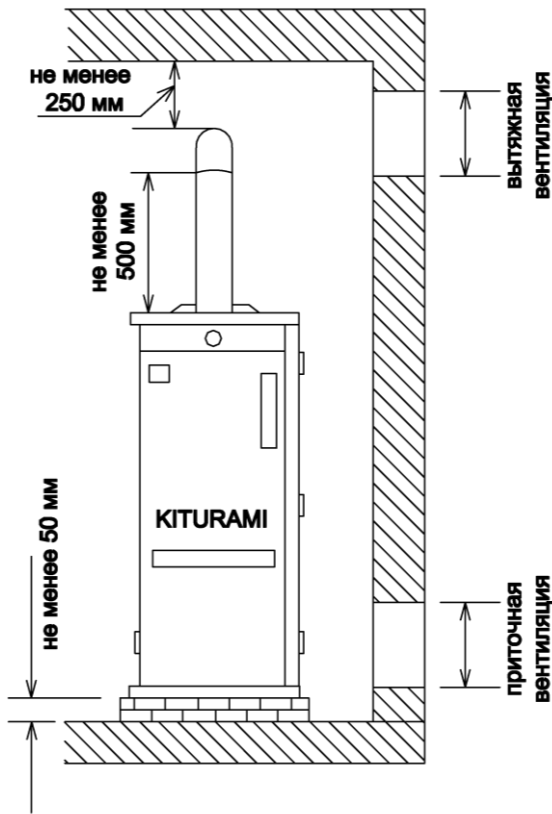

Рис. 10
1.4. Обязательное наличие в котельной постоянно действующей приточной и вытяжной вентиляции. (Рис. 10, Рис 11) Вентиляция предусматривается из расчета: вытяжка в объеме 3-кратного воздухообмена помещения в час, приток в объеме вытяжки плюс количество воздуха на горение топлива, если приток воздуха в котел осуществляется из данного помещения. Если забор воздуха в котел осуществляется с наружи помещения, в котором он установлен, то вентиляция предусматривается из расчета: вытяжка и приток в объеме 1-кратного воздухообмена помещения в час. Двери и окна к приточной и вытяжной вентиляции не относятся, если они не оборудованы дополнительным стационарным устройством, предназначенным для постоянного движения воздуха (жалюзи или отверстия в полотне двери, вентилятор в окне и т. п.).